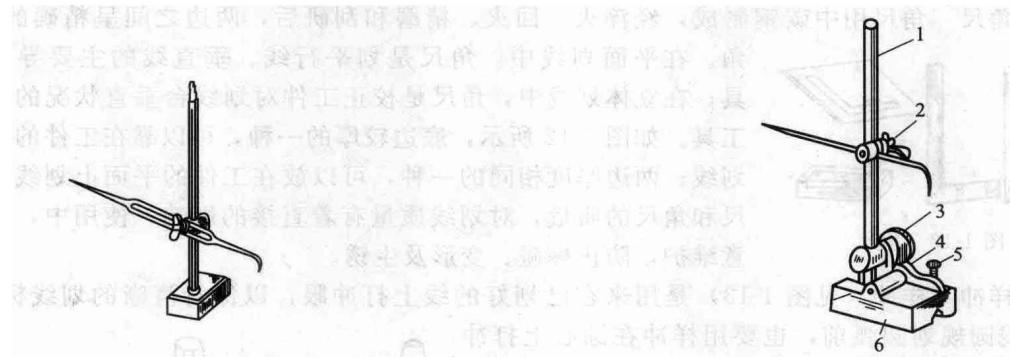
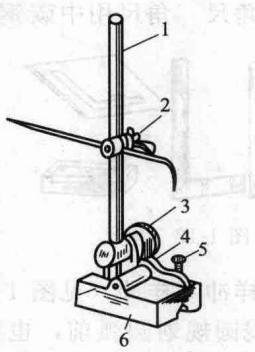

图 1-6 普通划线盘
图 1-7 精密划线盘
④ 划线盘 划线盘又叫划针盘，由盘座、盘柱、夹头和划针四部分组成，它是在工件上划线和校正工件位置常用的工具。普通划线盘如图 1-6 所示，划针夹头可以固定在盘柱的任何位置上，划针可以围绕夹头轴线旋转，并可倾斜成任何角度。划针一端焊上硬质合金，另一端是校正用的。精密划线盘如图 1-7 所示，支杆装在跷动杠杆上，调整跷动杠杆的调整螺钉，可使支杆带着划针上下移动到需要的位置。这种划线盘多在机床加工校正工件位置用。在成批划线时，为了减少调整划针角度的时间，保证划线精度，一般每一划线盘只划一个尺寸的线，所以要用多只划线盘。